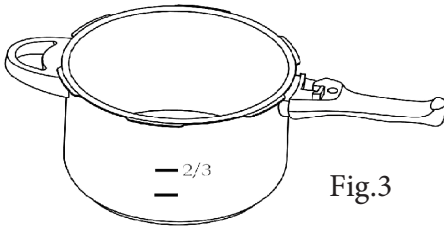

Fig.3
- Менее $1/4$ высоты емкости для приготовления продуктов увеличивающихся в объеме, таких как рис, фасоль и т. д. (рис. 3).